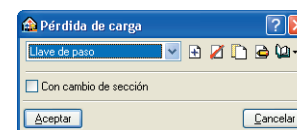

Fig. 44
- En el menú desplegable que aparece, escoja **Llave de paso** (Fig. 44).